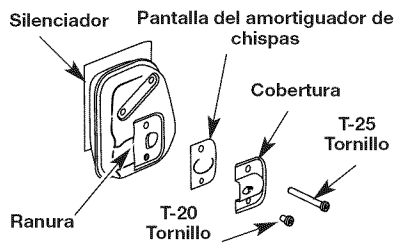

Fig. 46
2. Con un destornillador de cabeza plana o un destornillador Torx de punta T-20 y una punta T-25, quite los tornillos que sujetan la cubierta al silenciador (Fig. 46).